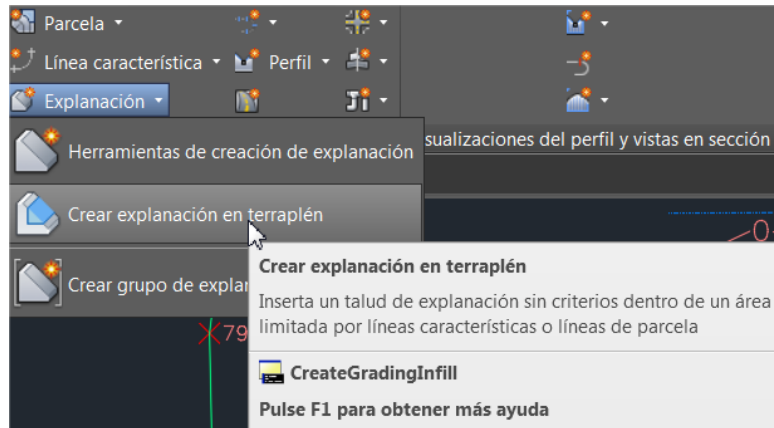

Figura 31. **Tapar** la plataforma tras el cálculo de la explanación.
- Por último, tras calcular la explanación en los taludes de desmonte y terraplén, es decir, las aristas de la explanación de la Figura 1 inicial, hay que cerrar o **tapar** la plataforma mediante la herramienta Explanación/Crear explanación en terraplén (Figura 31, arriba). Pinchar en el dibujo dentro de la plataforma. Nótese que, al cerrar la plataforma, el resultado muestra la línea de nivel de cota 795 dentro de la plataforma (Figura 31, abajo), indicando cómo quedaría tras la realización de la obra.